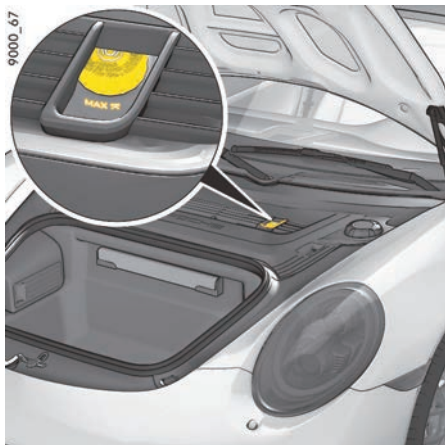

图 233: 制动液储液罐
- ▶ 读取制动液储液罐上的制动液液位（图 233）。液位必须始终保持在“MIN”（最小）和“MAX”（最大）标记之间。